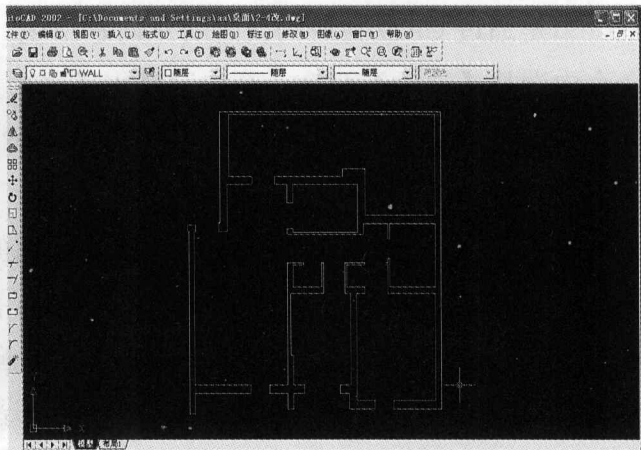

图 1-12
(2) 将门窗层隐藏，导入立面效果中的窗下部分，即一般是 $H=900$ 高以下的部位。这部分中门的位置是洞口形式，但窗位是墙体部位，如图 1-12 所示。将文件另存命名为“窗下”。